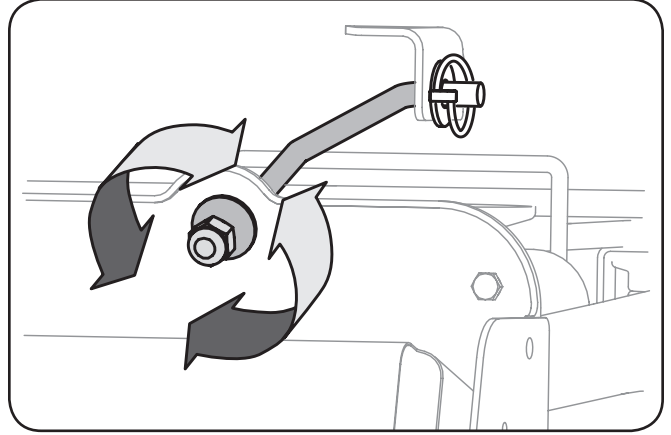

Figure 6-5
1. Repérez l'écrou sur l'avant du support de stabilisation. Voir la Fig. 6-5.